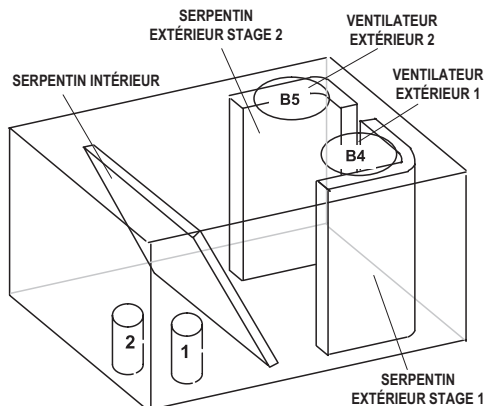
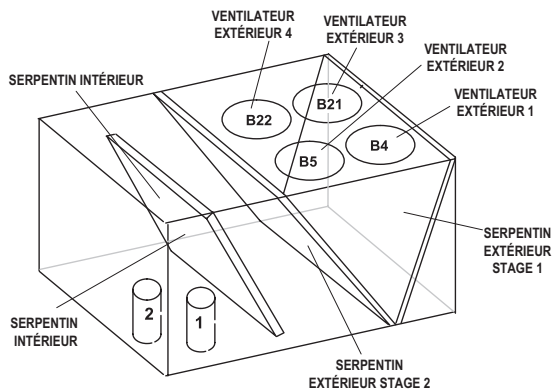

FIGURE 30
FIGURE 31
- 3 - Les unités contiennent deux circuits de réfrigérant. Reportez-vous à la FIGURE 30 ou à la FIGURE 31.